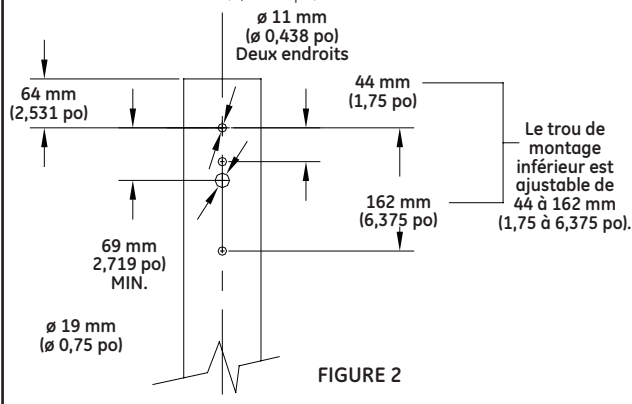
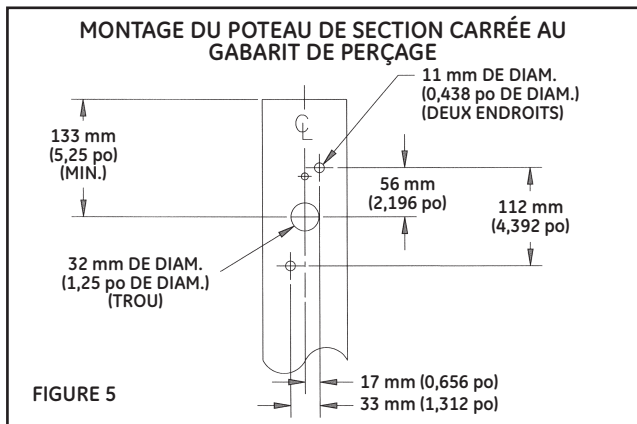

FIGURE 2
FIGURE 5
Ce luminaire a été configuré pour un montage à un poteau de section ronde de 60 à 152 mm (2,38 à 6 po) de diamètre. La configuration des trous sur le poteau de section ronde doit être conforme à la figure 2.
- Dans le cas de la configuration de boulons diagonale antérieure (figure 5), ajustez le plateau-écrou à 116 mm (4,58 po). Pour toutes les autres configurations de montage, reportez-vous à la figure 2 de la page précédente.